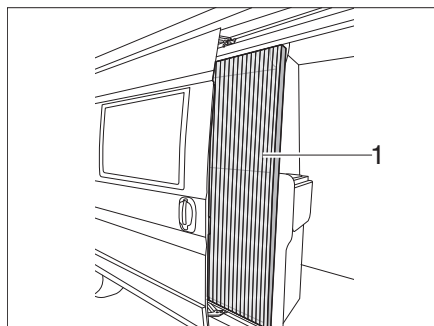

Fig. 27 Moustiquaire
- Tirer jusqu'au bout la moustiquaire par la barrette (Figure 27,1).
- Remettre la moustiquaire en position initiale en la poussant par la barrette (Figure 27,1).